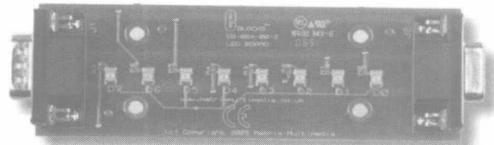

图 2.1-17 FlowCodeLED 板
(16) FlowCodeLED 板如图 2.1-17 所示。